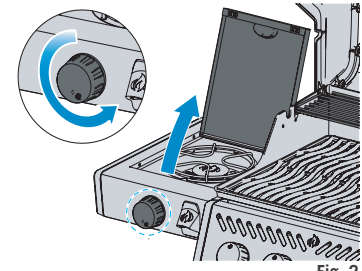

Fig. 2
4. Si el quemador no enciende, regrese la perilla a la posición de apagado, espere 5 minutos y repita el paso 2 y 3 (Fig. 2).